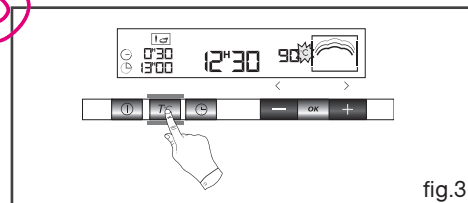

fig.3
**• Griglia (fig.3)**
- Premere il tasto **T°C**, il simbolo $^{\circ}\text{C}$ lampeggia (fig.3).